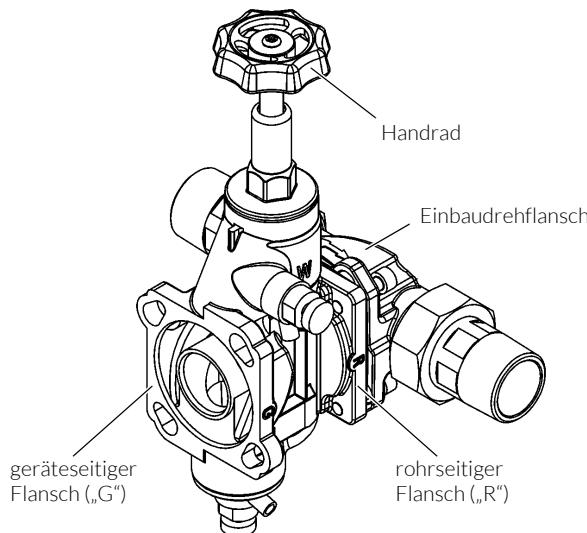

Abb. 6: Umgehungsventil
- / Das Umgehungsventil auf der mit dem eingegossenen Buchstaben „R“ (Rohr) gekennzeichneten Flanschseite mit dem Einbaudrehflansch durch Einrasten des Bajonetts verbinden (siehe Abb. 6).